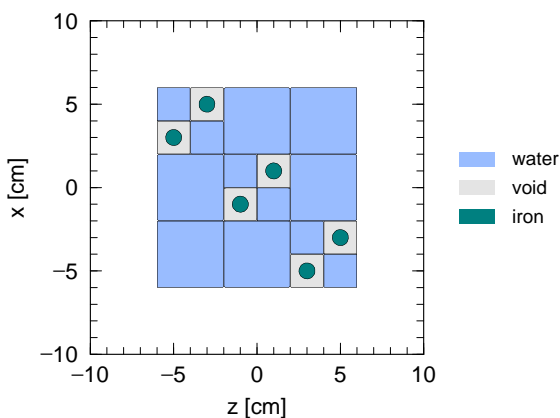

図 22: 例題 (10) の空間を  $xz$  平面で切り取った断面図。9 つの四角柱の内 3 つが構造をもち、更に 4 つの四角柱で構成されている。
この例題でつくられる仮想空間は、図 22 のようになります。ただし、 $xz$  平面で切った断面を示しています。まず、一辺 12cm の立方体を 9 つの四角柱に分け、その内の 3 つに内部構造をもたせた点は例題 (9) と同じです。違うのは universe 3 として定義した宇宙を更に内部構造をもった格子で埋めたことで、9~11 行目でその状態を指定しています。ここでは  $2 \times 2 \times 1 = 4$  の四角柱を定義しており、その内の 2 つが鉄柱をもつ格子となっています。また、8 行目の (1 0 1) は座標変換を表しており、引用する際に universe 3 を  $x$  軸方向に 1cm、 $z$  軸方向に 1cm 平行移動しなさい、という意味となります。セル番号 301 は、原点 (0,0,0) を中心にもつ四角柱を基本単位としているため、図の様な配置にする場合は少しずらす必要があります。また、lattice を用いて階層構造を作成した場合の mesh=reg による領域指定は、階層構造を増やした書式により行います。例えば図 22 において  $x = -1, z = -1$  を中心とする微小四角柱のボイド部分は、(402 < 301[-1 -1 0] < 101[0 0 0] < 1) と記述します。もし対象とする階層が更に深くなった場合は、< と lattice 座標を用いて階層を増やすことで各領域を指定できます。この書式の詳細につ